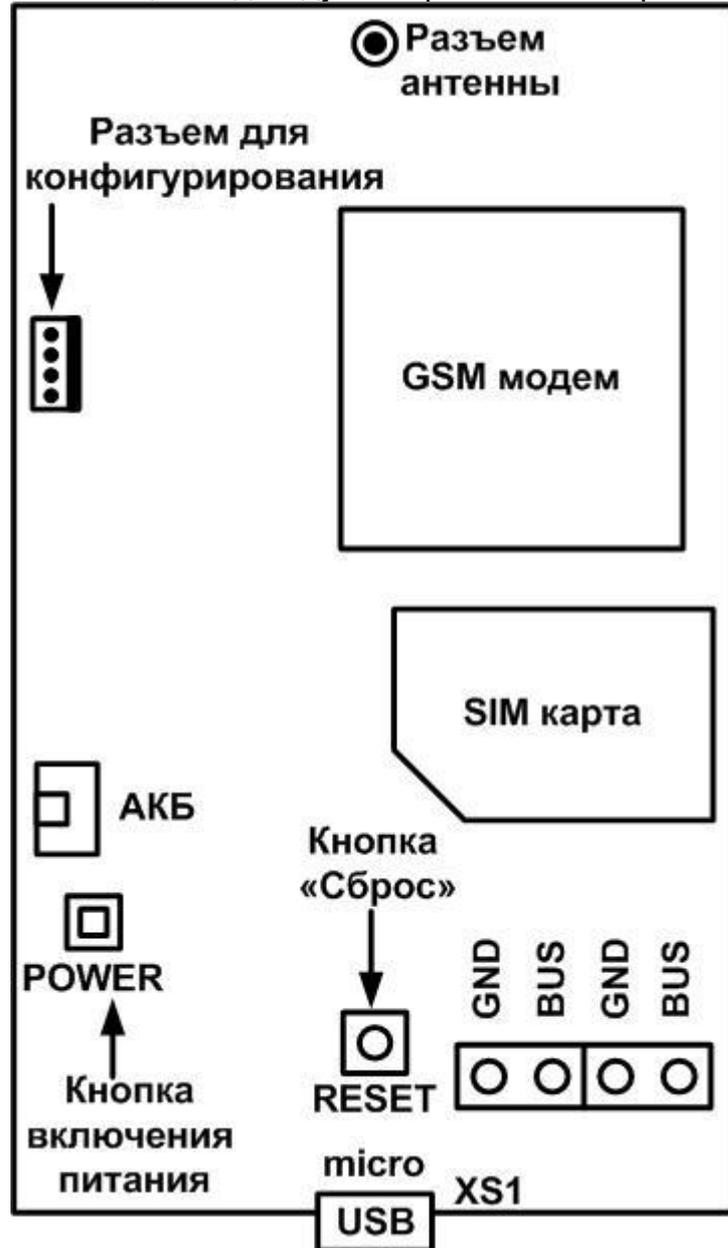
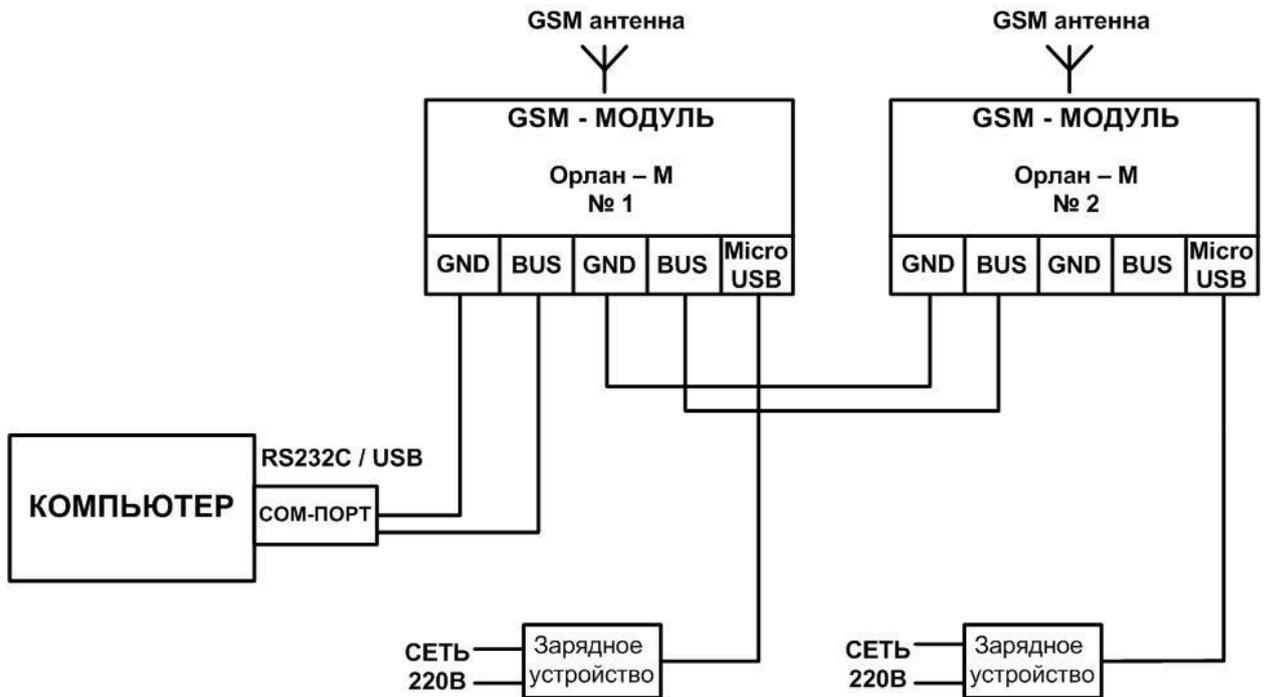

Рисунок 3. Общий вид платы «Орлан-М11» модуля «Орлан-М»
Рисунок 4. Схема подключения модулей «Орлан-М»
На модуле «Орлан-М» имеется разъем для присоединения источника питания, кабеля для межмодульных соединений и кабеля сопряжения с ПК (RS-232C или USB), разъем подключения выносной антенны и разъем для конфигурирования (см. рисунок 3).
На основной плате модуля «Орлан-М» имеются клеммы для присоединения наружных проводов и кабелей (рисунок 3) и схему подключения (рисунок 4).
- Подключить кабель USB «Орлан-SMS» к разъему для конфигурирования в модуле «Орлан-М» (см. рис. 3). При этом модуль находится в отключенном состоянии.
- Дождаться момента, когда непрерывно загорится красный светодиод. В случае, если этого не произошло в течение 10 сек, нажать кнопку Reset (кнопку «Сброс») на 2 сек (см. рисунок 3).
- Подать питание на модули, нажав кнопки включения питания (см. рисунок 3);